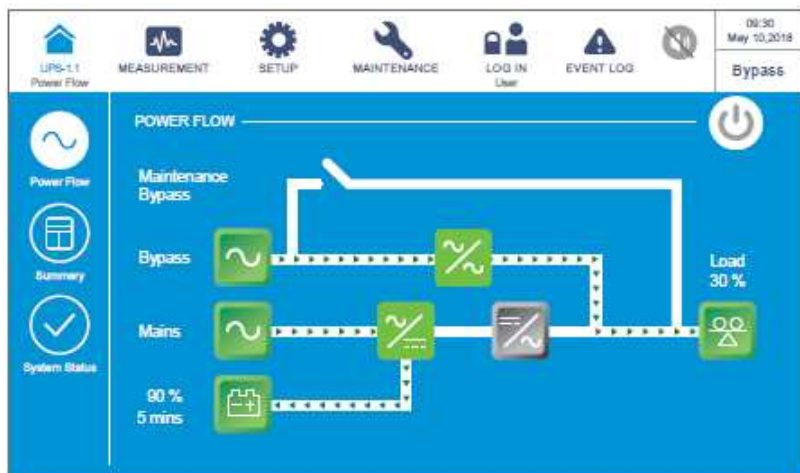

Рисунок 6-51: Экран байпасного режима
- 1** В байпасном режиме на ЖК-дисплее отображается следующий экран (**Рисунок 6-51**), а трехцветный светодиодный индикатор горит желтым. Расположение трехцветного светодиодного индикатора см. на **Рисунке 2-12**.